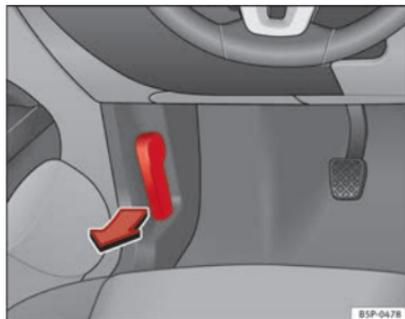

Fig. 161 Dettaglio del vano piedi sul lato del conducente: leva per l'apertura del cofano del vano motore.
- Tirare la leva situata sotto il cruscotto ⇒ fig. 161 nella direzione indicata dalla freccia. Il cofano si sblocca sotto la spinta di una molla ⇒ ⚠.